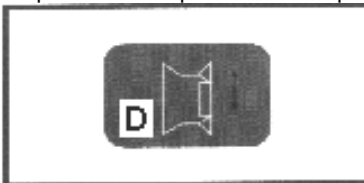

Рис. 10
5. Введите значение параметра "D". Используйте кнопки [Up] и [Down] для введения величины "D", которое отобразится на экране - "d". См. рис. 10.